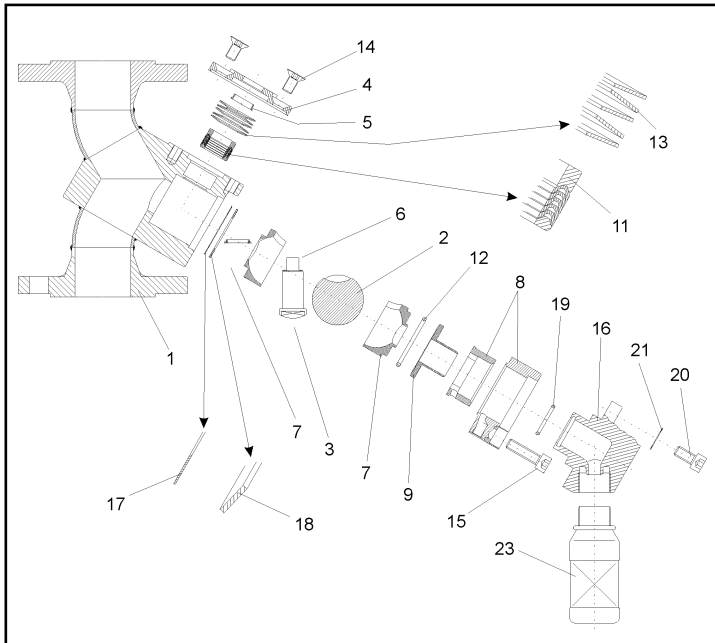

Bild 3 - Explosionszeichnung des Probenehmerhahns BR 27a
Die Dichtscheibe (17) und die Tellerfeder (18) werden in das Gehäuse eingelegt. Die Lage der Tellerfeder ist der Explosionszeichnung (Bild 3) zu entnehmen.
Anschließend wird der Tellerfedersatz (13) eingebracht. Die Anordnung der Dachmanschetten sowie der Tellerfedern ist der Explosionszeichnung (Bild 3) zu entnehmen. Die Senkschrauben (14) werden. Die Stopfbuchse (4), vormontiert mit der Lagerbuchse (5) wird aufgesetzt und mit den Senkschrauben justiert. Anschließend werden die Schrauben gleichmässig und wechselseitig angezogen.